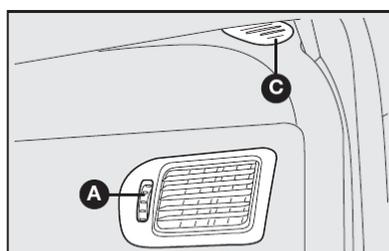

fig. 27
**C** - Difusor fixo para os vidros laterais fig. 27.